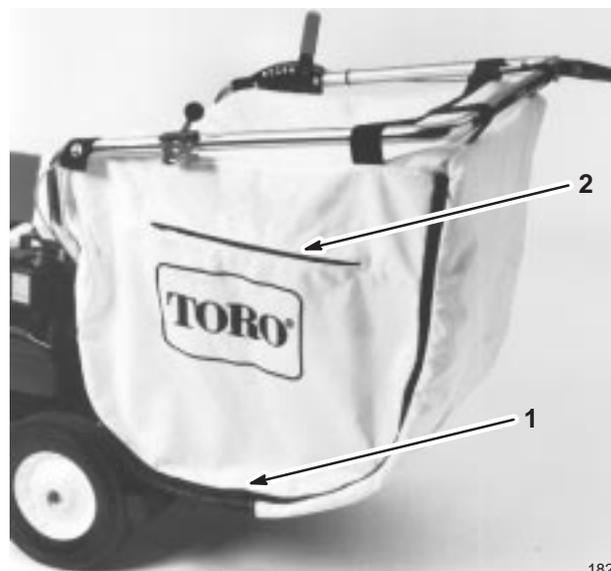

Figure 14
3. Ouvrez la glissière latérale du sac et videz-le (Fig. 14).
Le sac est doté d'une aération à glissière (Fig. 14). Si vous aspirez une surface qui n'est généralement pas poussiéreuse, ouvrez l'aération latérale du sac pour permettre à l'air de circuler. Si vous aspirez une surface poussiéreuse, fermez l'aération.